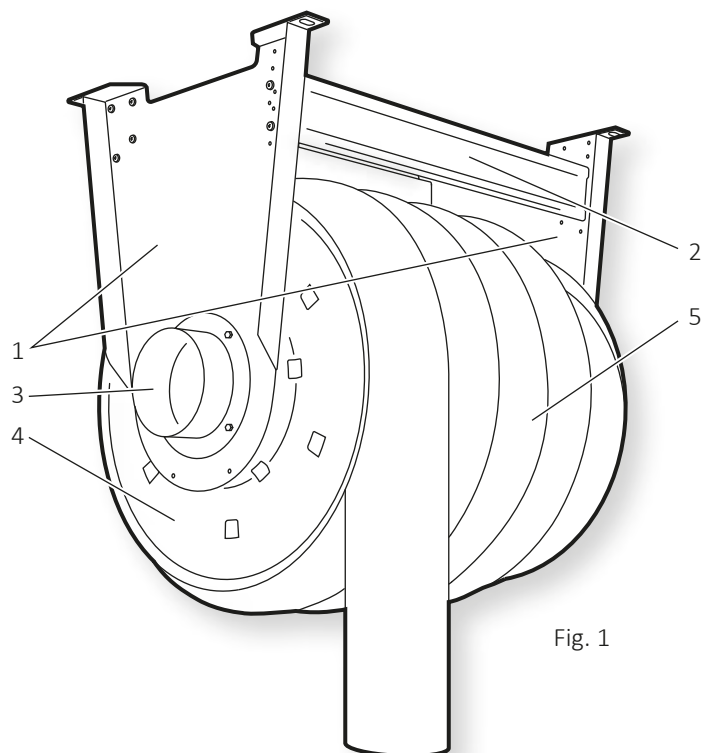

Fig. 1
Motordriven avgasslangupprullare ASEM, se Fig. 1.
ASEM består av konsoler (1), tvärbalkar (2), kanalanslutning (3), upprullningsenhet (4), slang (5) och motor (6) med manuellt vred (7). Se Fig. 1 & 2.